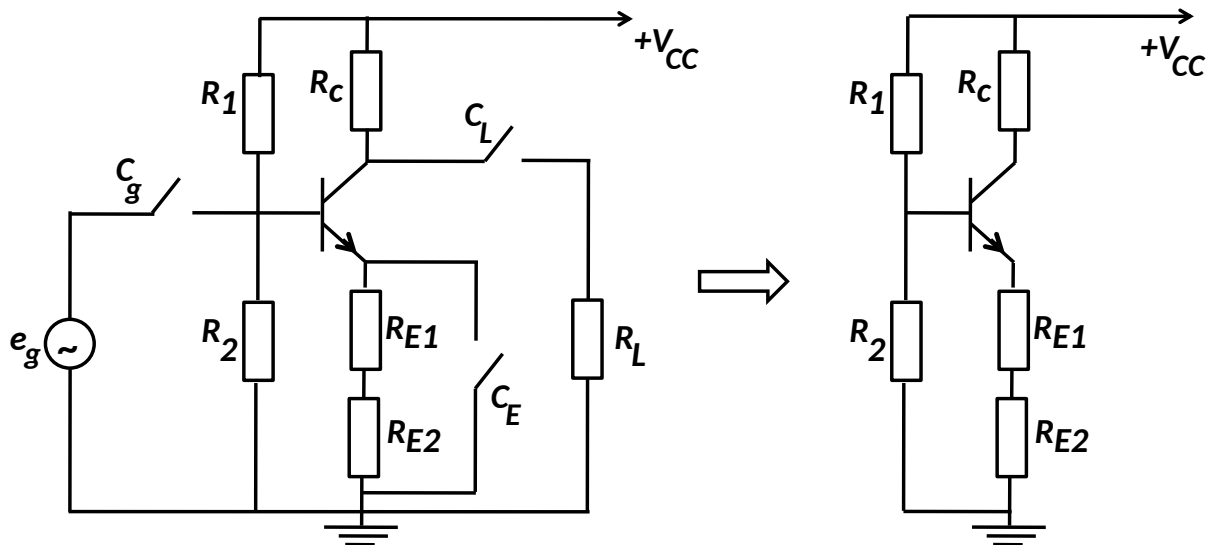

Figure 1: Schéma équivalent statique du montage
1. En régime continu ($\omega = 0$) les capacités deviennent des circuits ouverts on obtient le schéma équivalent statique du montage -voir figure 1.